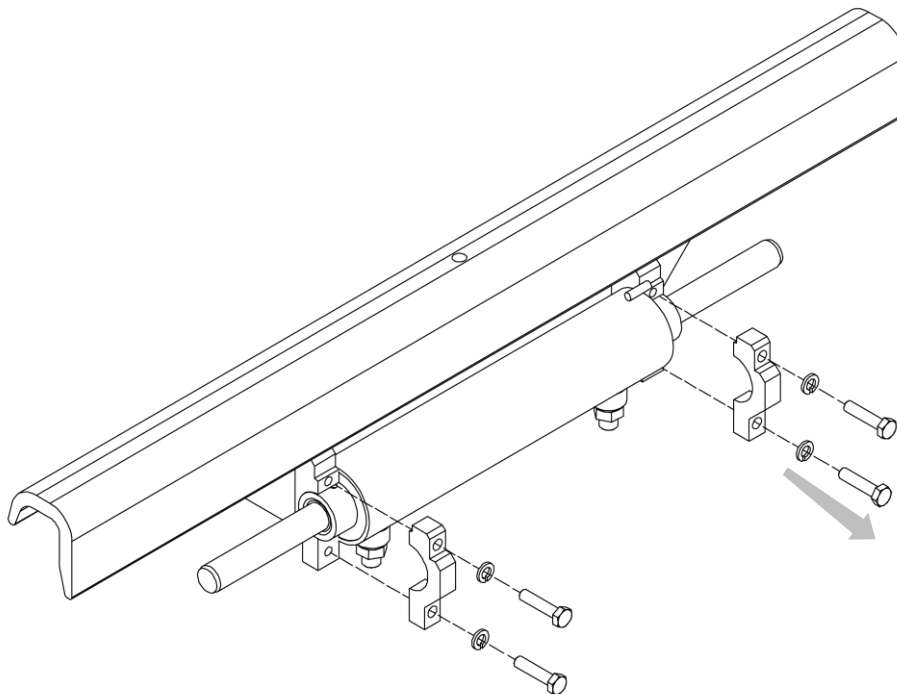

Figura 35
3. Prendere come riferimento la *Figura 35*.